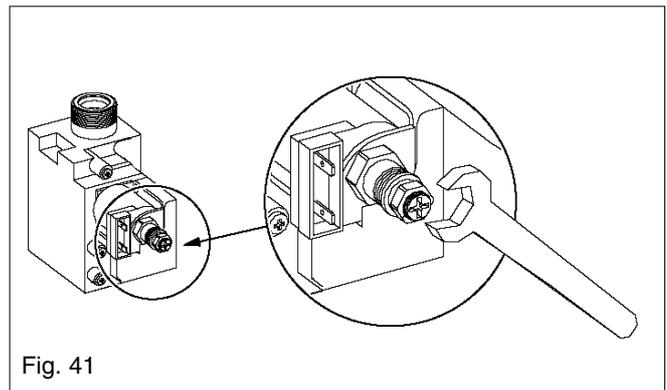

Fig. 41
7.3.1 SETTING THE MAXIMUM BURNER PRESSURE fig. 41